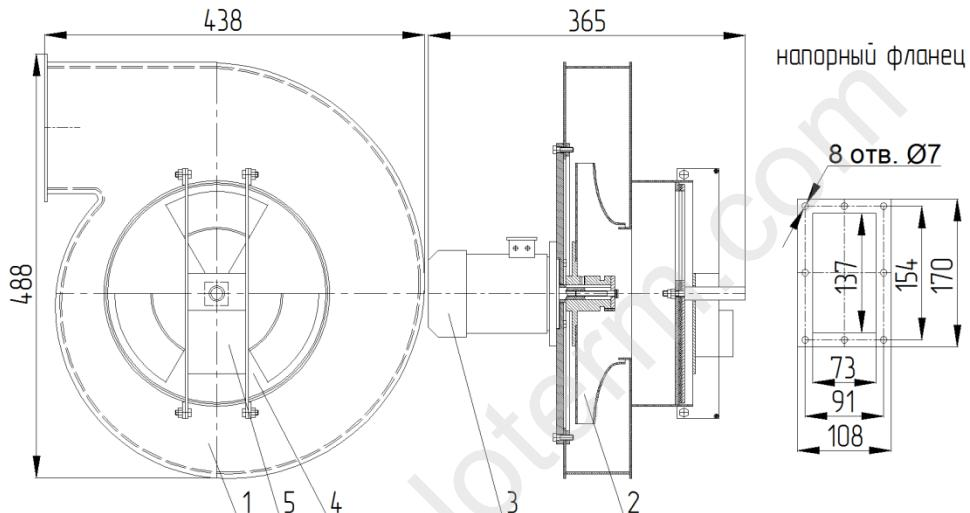

Рис. 4 –Вентилятор ВД-2,7 (1- корпус, 2-рабочее колесо, 3-эл. двигатель, 4-шибер, 5- привод шибера.
3.1 Вентилятор состоит из шести основных частей (рис. 4): корпуса, электродвигателя, рабочего колеса, шиберного аппарата, привода шибера (по заказу).